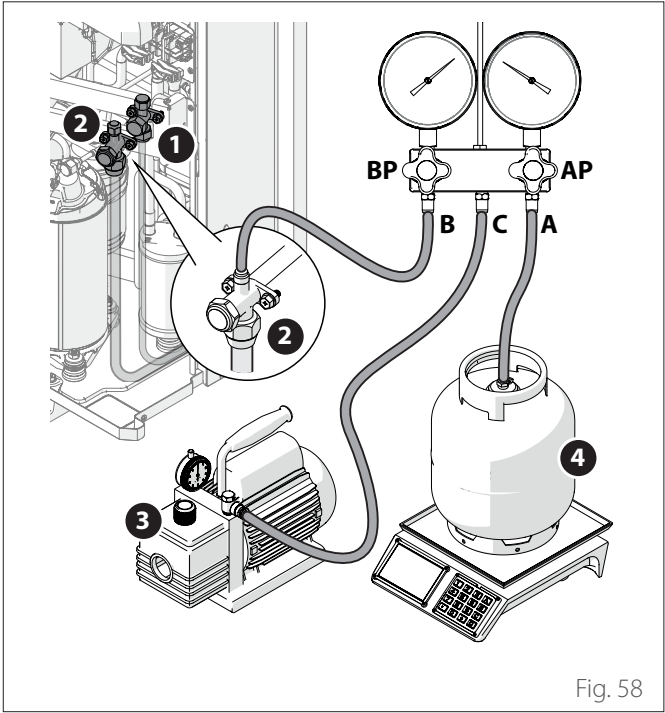

Fig. 58
- Assegure-se de que intercetou a ligação entre (A) e (C) ("Fig. 58").
- Abra as válvulas de corte (1) e (2) da unidade ("Fig. 58").